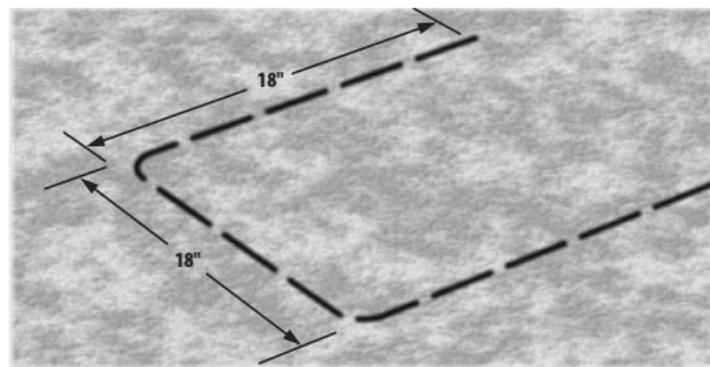
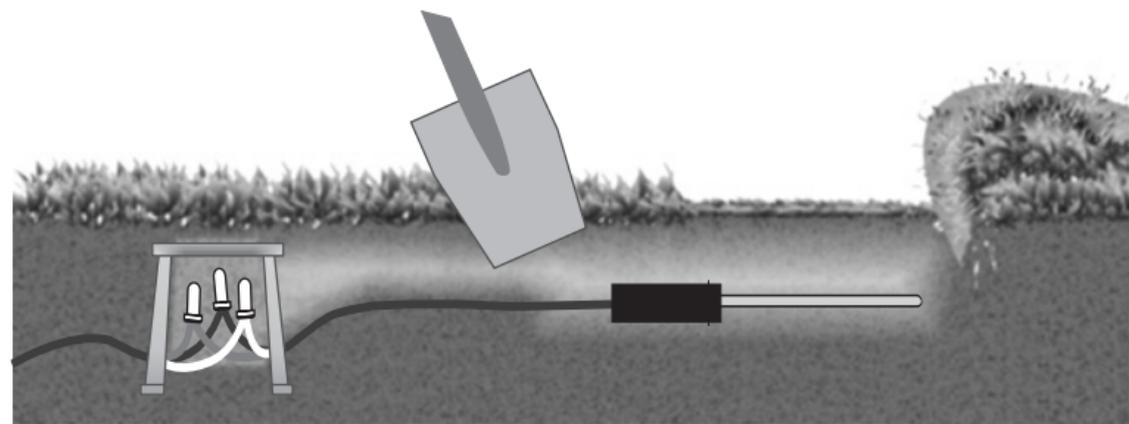

Figura 3
Figura 4
- Utilizando una pala recta, trace tres lados de un cuadrado de 45 cm de ancho por 45 de largo y 15 cm de fondo (18"x18"x6"). La hendidura debe tener forma de U (consulte la figura 3) Hunda la pala bajo el césped unos 10 cm (4") y enrolle la capa de césped para dejar al descubierto la tierra a unos 8-10 cm de profundidad (3" - 4"). Aproximadamente a 15 cm (6") de uno de los lados de esta abertura, cave una abertura similar y un agujero lo suficientemente grande para alojar una arqueta de 18 cm (7"). Esta arqueta (cuadro de cableado) se utilizará para empalmar los cables adicionales desde el sensor hasta el cable zonal identificado en el paso 3. Cave una zanja estrecha desde el lugar de la arqueta de 18 cm (7") hasta la base de la abertura cuadrada de 45 cm (18") realizada para el sensor (consulte la figura 4).